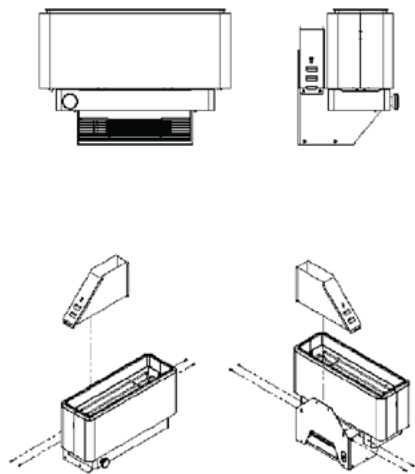

Рисунок 3.2: Снятие цоколя дымохода
3.2.1. Выкрутите 4 крепежных винта, удерживающих цоколь каналаа, и снимите цоколь каналаа (Рисунок 3.2).